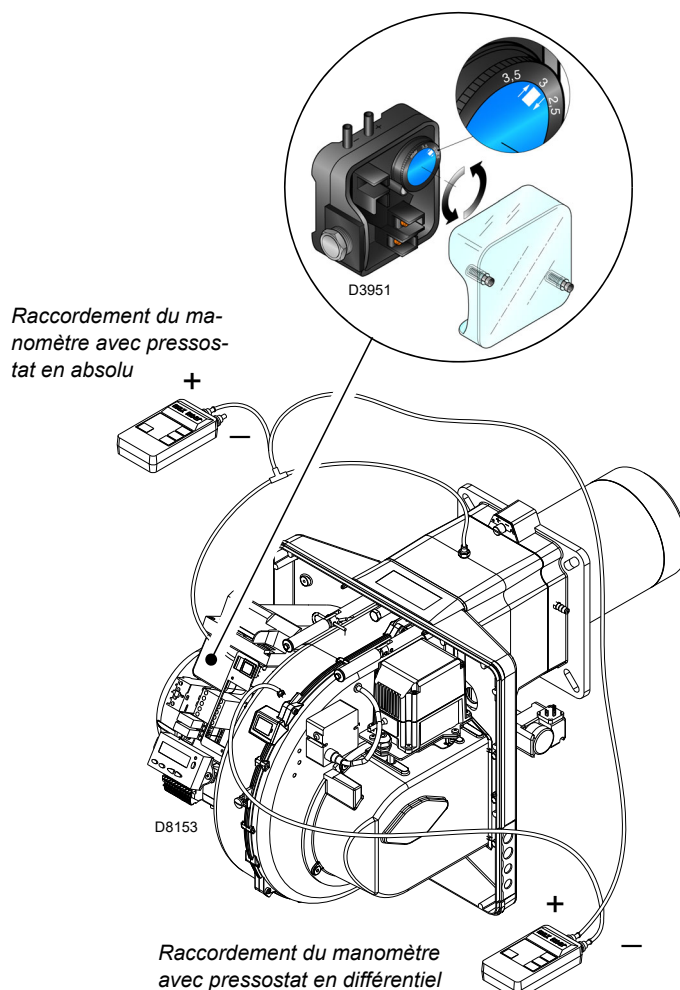

Fig. 29
- Régler le pressostat air (Fig. 29 à la page 31) au début de la graduation.
Régler le pressostat air (Fig. 29) après tous les autres réglages du brûleur avec le pressostat à air réglé au début d'échelle.
L'encombrement du brûleur est indiqué dans la Fig. 29. La configuration standard est celle du pressostat de l'air raccordé en absolu. A remarquer la présence d'un raccordement en «T» non fourni. Dans certaines applications en fortes dépressions, le raccordement du pressostat ne lui permet pas de commuter. Dans ce cas il est nécessaire de raccorder le pressostat dans le mode différentiel, en appliquant un deuxième petit tuyau entre pressostat air et bouche d'aspiration du ventilateur. Dans ce cas il faut également connecter en mode différentiel le manomètre, comme indiqué sur la Fig. 29.